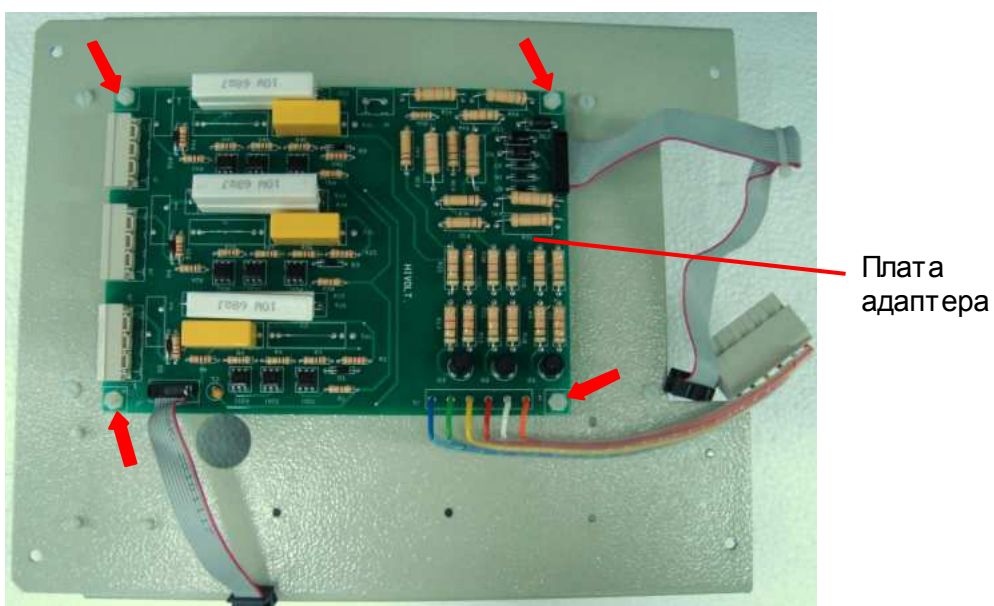

Рис. 6.7
- 6.5.2. Открутить четыре пластмассовые гайки (рис. 6.7, красные стрелки) и положить их в тару.